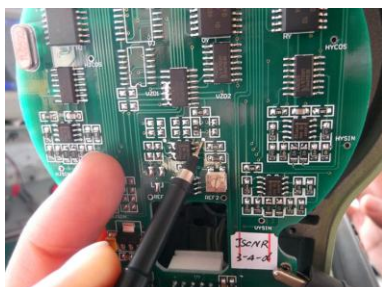
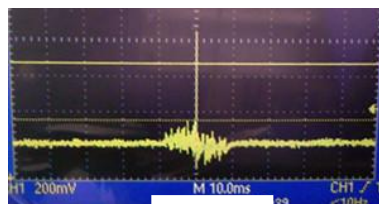

图 4
图 5
- (5) 调节过零信号时，只需将基调调至 Y-T 档位即可，其他档位设置不变。两表笔在主板的接触点位置不一样，如图 4 所示。过零如图 5 所示。